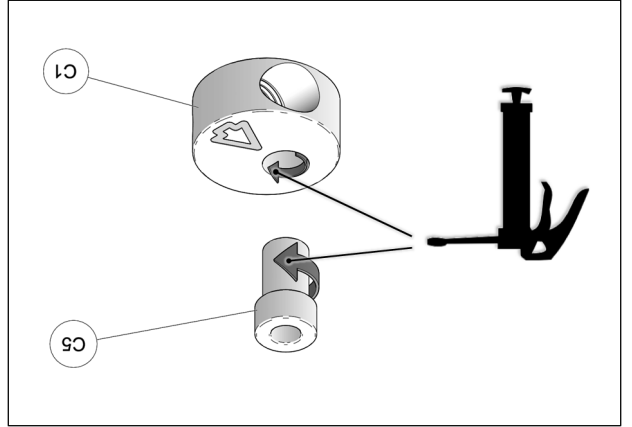

Fig. 24
11. Les bagues espacateurs (C5) doivent être graissées. Appliquer une couche de graisse uniforme sur toute la circonférence de la bague espacateur et dans le logement du disque en aluminium (C1). Fig. 24